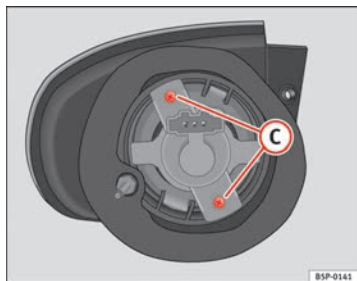

Abb. 194 Blinklicht
- Drehen Sie die Schrauben ⇒ Seite 281, Abb. 194 **C** der Lampenfassung heraus und ziehen Sie diese heraus.
- Drehen Sie die Schrauben ⇒ Abb. 194 **C** der Lampenfassung heraus und ziehen Sie diese heraus.